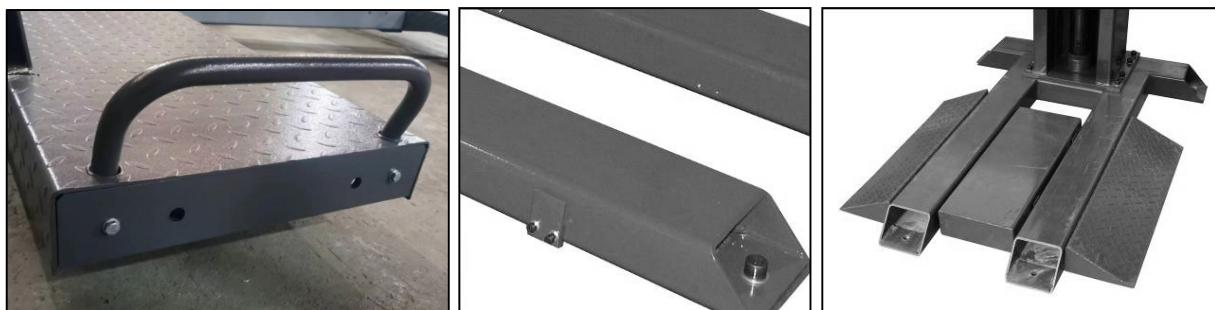

Figure : 11, 12, 13 Butoir de roue et rampe de sol
- 12) Placez la butée de roue à l'autre extrémité de la piste (fig. 11). Vissez la fixation de la rampe de sol sur la plaque de base. Posez ensuite les rampes de sol et le rail central. (Abb. 12, 13)